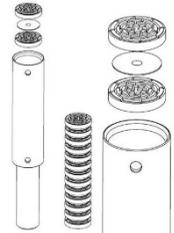

Abb. 24
- Halten Sie das Schlagrohr senkrecht (die Seite mit dem O-ring nach oben) und führen Sie von unten den Stößel ein. Legen Sie einen Schlagteller ein, darauf legen Sie eine Zwischenscheibe (Kegelspitze nach unten). Schieben Sie nun abwechselnd die restlichen Schlagteller (13 Stück) und Zwischenscheiben (12 Stück) nach bzw. führen Sie die komplette Schlagwelle ein. (Abb. 24)